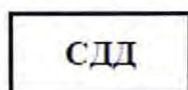

Рисунок 1. Управляющая директива.
7.1.2 ДСП в присутствии старшего электромеханика вводит на ПЭВМ РМ ДСП, находящуюся в рабочем режиме, управляющую директиву (Рисунок 1).